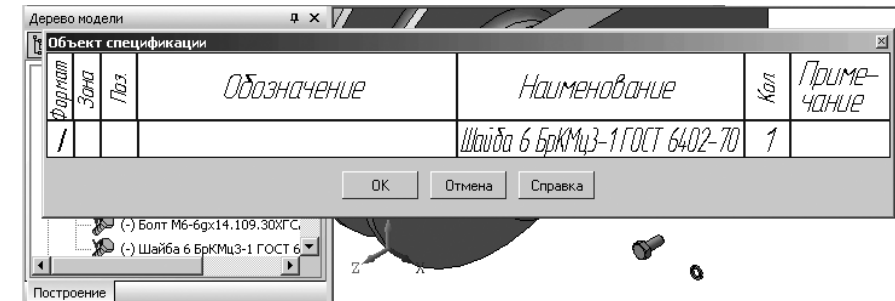

Рис. 6.70. Добавление стандартной шайбы из библиотеки в окно Сборки
- щелкните на **Специальной панели управления** по кнопке **←** – **Создать объект**. Появится выбранная шайба в окне **Сборка**. Одновременно появится объект спецификации для выбранной шайбы. Это состояние системы показано на рис. 6.70.